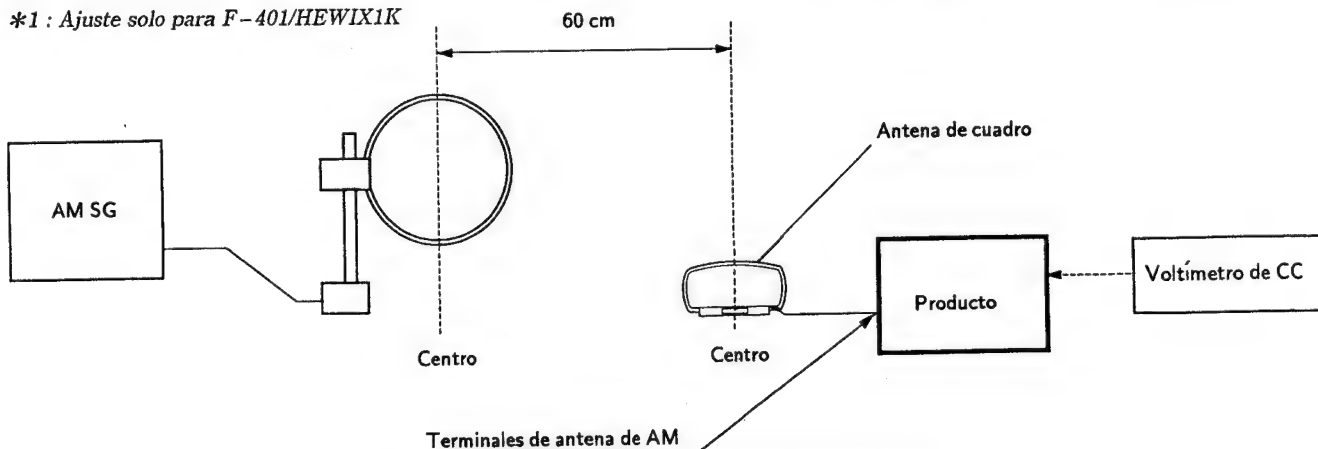

Fig. 4-2 Diagrama de conexiones para el ajuste de AM
- Conecte como indica la Fig. 4-2.